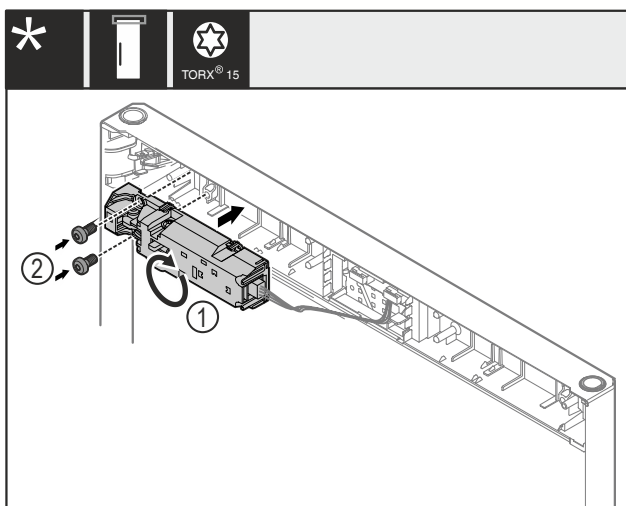

Fig. 23
- Vergrendeling op afstand Fig. 23 (1) 180° draaien en op de tegenoverliggende zijde monteren.
- Vergrendeling op afstand Fig. 23 (1) met schroef Fig. 23 (2) bevestigen.